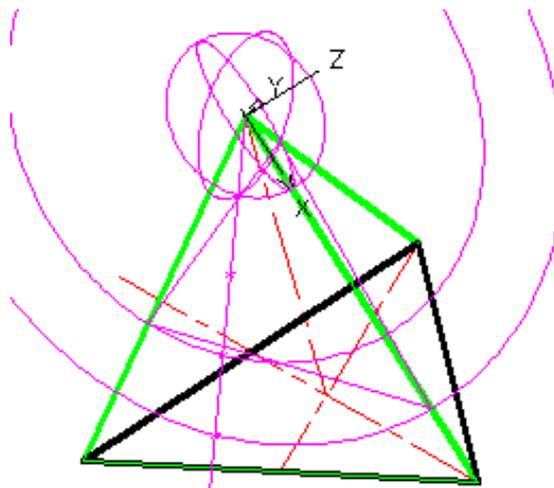

Рис.16.4.
6. Осталось отметить полученные точки пересечения окружностей с боковыми ребрами, например, соединить отрезками эти точки. Однако последняя точка для **AutoCAD** оказалась невидимой (так как окружность проходит внутри тела), поэтому необходимо на первой грани проводить и третью окружность, а затем строить окружность на второй грани (Рис.16.4.).